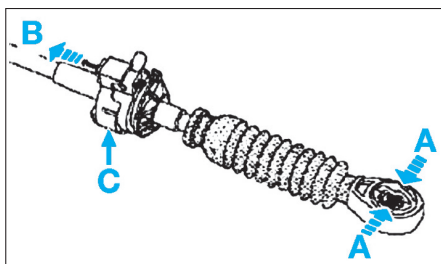
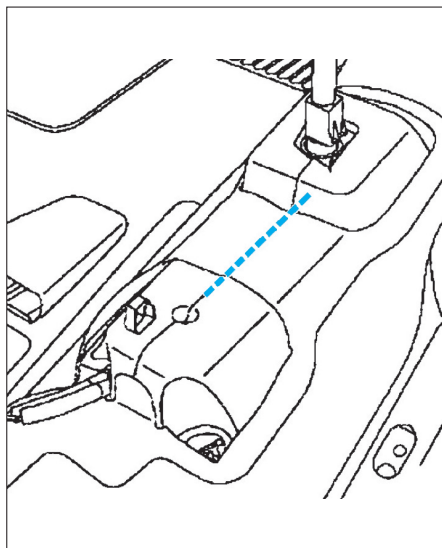

FIG. 9
FIG. 11
- pincer la commande de la boîte en (A) (Fig.9) et dégager le câble de la rotule.
- tirer la goupille en (B).
- dégager le câble de l'arrêt de gaine en le tirant vers le haut (C).
- Découper la moquette entre le calculateur d'airbag et le boîtier de commande et de sélection des vitesses (Fig.11).